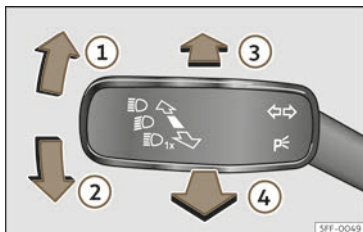

Abb. 108 Blinker- und Fernlichthebel (ausstattungsabhängig).
- Drücken Sie den Blinker- und Fernlichthebel aus der Ausgangsstellung nach vorne >>> (Abb. 108) .
- **ODER:** Ziehen Sie bei eingeschaltetem Fernlichtassistenten den Blinker- und Fernlichthebel nach hinten >>> (Abb. 108) .